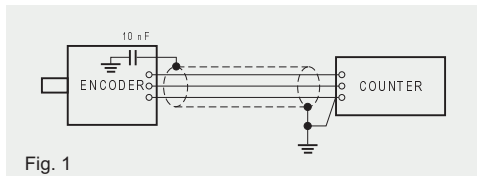

Fig. 1
- lo schermo del cavo deve essere collegato solo dal lato apparecchiatura come illustrato in fig. 1.
- the shield must be connected only at the equipment end, as shown in fig. 1.